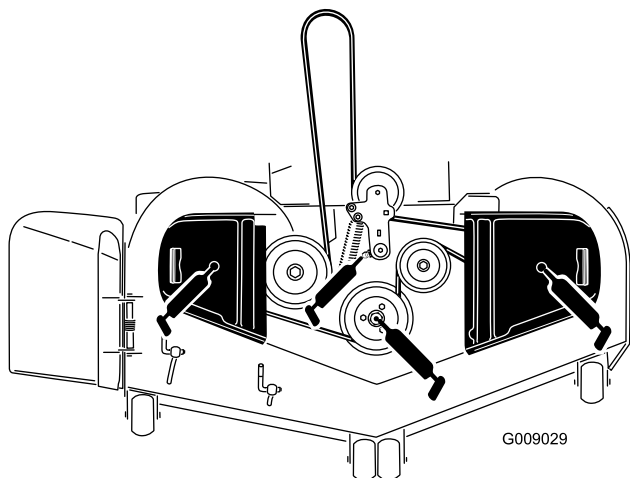

Figura 41
3. Engrase los tres cojinetes de los ejes hasta que rezume grasa (Figura 41).
4. Engrase el brazo tensor de la correa de transmisión (Figura 41).